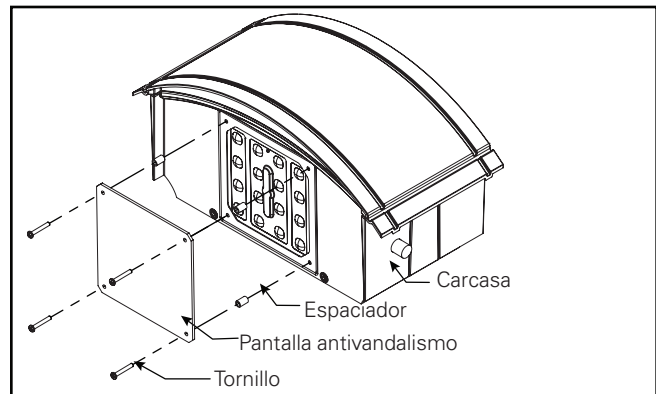

Figura 5.
1. Retire los cuatro tornillos que sujetan el cubo de luz y el anillo de la moldura a la luminaria. (Figura 5).